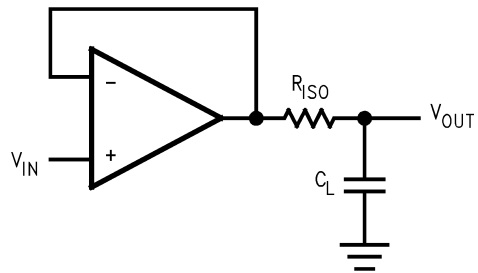
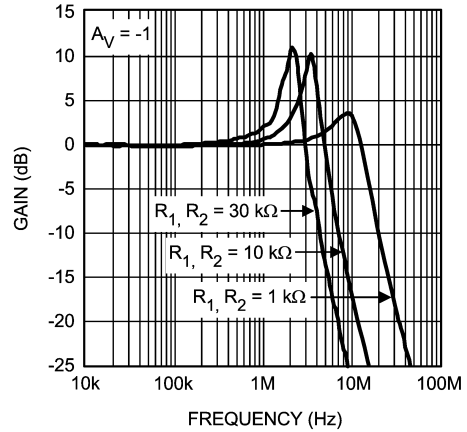

FIGURE 1. Isolation of C_L to Improve Stability
FIGURE 3. Gain Peaking Caused by Large R_1, R_2
LMV791/LMV792 は、ユニティ・ゲインで、発振せずに 120pF を直接ドライブできます。ユニティ・ゲイン・フォロワは、容量性負荷の場合に最も影響を受けやすい回路構成です。容量性負荷を直接ドライブすると、オペアンプの位相マージンが減少します。増幅器の出力インピーダンスと容量性負荷との組み合わせにより、位相遅れが生じます。その結果、パルス応答がアンダーダンピングになったり (つまり、大きなリングングが生じたり)、発振が生じます。容量の大きな負荷をドライブするときは、Figure 1 に示した回路を使用できます。
Figure 1 の回路は、分離抵抗 R_{ISO} と負荷コンデンサ C_L でポールを作り、系全体での位相マージンを増やすことによって安定性を高めるものです。 R_{ISO} の値によって、求める特性が決まります。 R_{ISO} の抵抗値を大きくすると、 V_{OUT} がさらに安定します。しかし、 R_{ISO} を増やすと、出力振幅と短絡回路電流が減少する可能性があります。
式 (2) から R_1 と R_2 の値を大きくするとポールは低くなるのがわかり、アンプの帯域は減少します。この考え方は、Figure 1 の回路の R_1 と R_2 に異なる値を代入し、その周波数応答を比較することによって検証できます。Figure 3 は、3 つの異なる値の R_1 と R_2 に対する周波数応答を示しています。 R_1 と R_2 がいずれも 1k のときは、応答は最もフラットで広がっています。他方、両方の値が 10k または 30k の場合、応答は狭く、大きいピークを持ちます。したがって、広くてフラットな応答を得るには、 R_1 と R_2 の値を小さくすることを推奨します。抵抗を小さくしてもノイズの増加を抑えられるので、高感度の回路の実現に役立ちます。